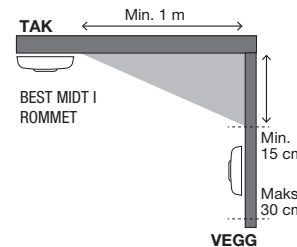

FIGUR 1. Enetasjes bolig
**Enetasjes bolig:** For å få en minimumsbeskyttelse plasseres røykvarsleren i entreen mellom soverommene og de øvrige oppholdsrommene (inklusive kjøkkenet). Plasser den så nær oppholdsrommene som mulig, og forsikre deg om at alarmen høres fra soverommene. Se eksempel i Figur 1.